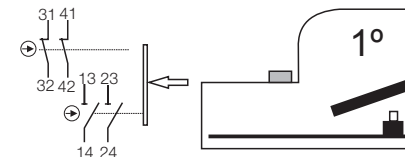

Figura 1
- 1º estágio: pedal em repouso, nesta condição todos os contatos permanecem na posição de repouso (figura 1).